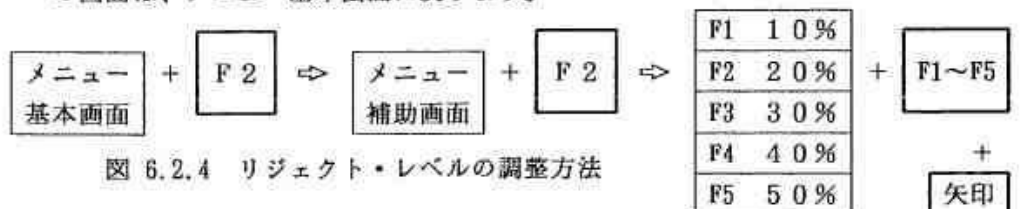

図 6.2.4 リジェクト・レベルの調整方法
[リジェクトをオンに設定する場合の手順] (図 6.2.4参照)
- ① 選択キー【F2】を1回押すとメニュー補助画面がメニューエリアに表示されます。
- ② 選択キー【F2】を1回押すとメニュー補助画面の【リジェクト】の表示の【オン/オフ】が【オン/オフ】に切り替わり、メニューエリアに図 6.2.4に示すリジェクト・レベル選択メニューが表示され、所定のレベルを選択キー【F1～F5】で選ぶか矢印キーで表示器垂直目盛りの0～50%の範囲で設定できます。
- ③ リジェクト・レベルの設定が完了した後、確定キーを1回押します。メニューエリアの画面は、メニュー基本画面に戻ります。